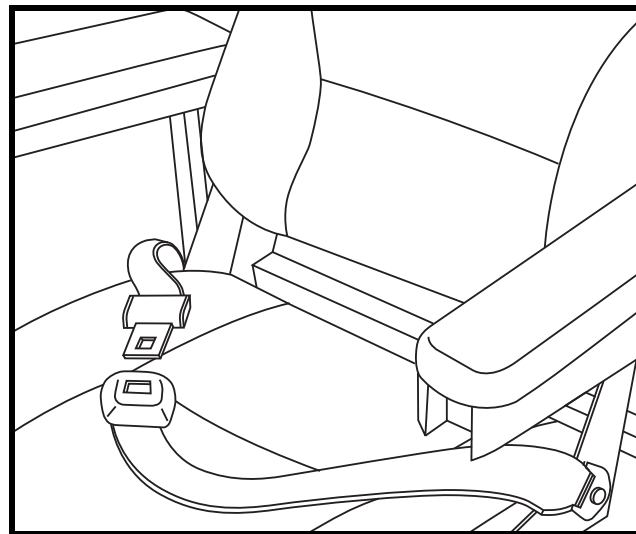

Figure 19. Ceinture de positionnement
Votre fauteuil motorisé peut être équipé d'une ceinture de positionnement de type automobile réglable pour un meilleur confort. **Voir la figure 19.** La ceinture de positionnement, réglable, a été conçue pour soutenir et empêcher tout glissement vers le bas ou vers l'avant une fois assis. La ceinture de positionnement n'a pas été conçue pour être utilisée comme ceinture de sécurité.
1. Prenez place sur le siège, insérez la patte métallique d'un côté dans le boîtier de la boucle du côté opposé jusqu'à ce que le «clic» se fasse entendre. **Voir la figure 19.**